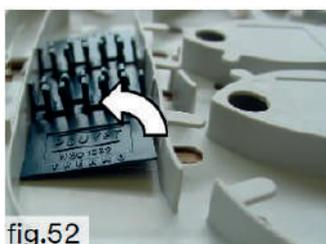

fig.52
1. Retirer le support d'épissure en jouant un peu sur la cassette (fig.52).